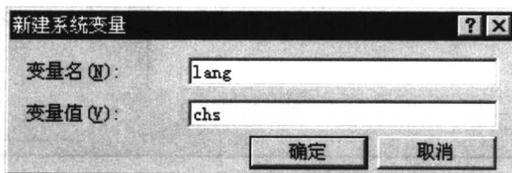

图 1.3.1 “新建系统变量”对话框
Step5. 在如图 1.3.1 所示的“新建系统变量”对话框中，创建“变量名”为 lang、“变量值”为 chs 的系统变量。